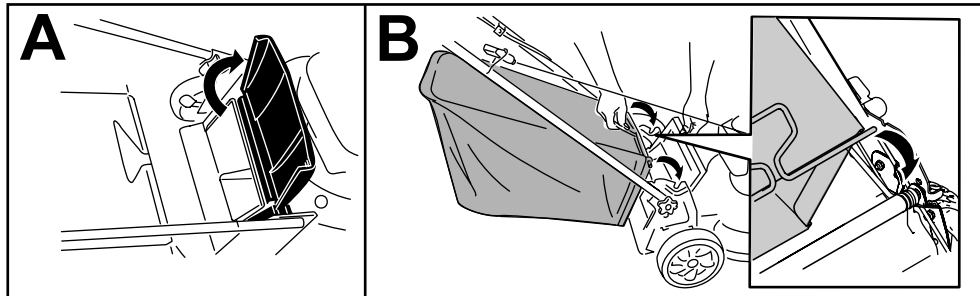

Figura 17
1. Levante y sujete el deflector trasero (Figura 17, A).
2. Instale la bolsa de recogida, asegurándose de que los pasadores de la bolsa descansan en las muescas del manillar (Figura 17, B).